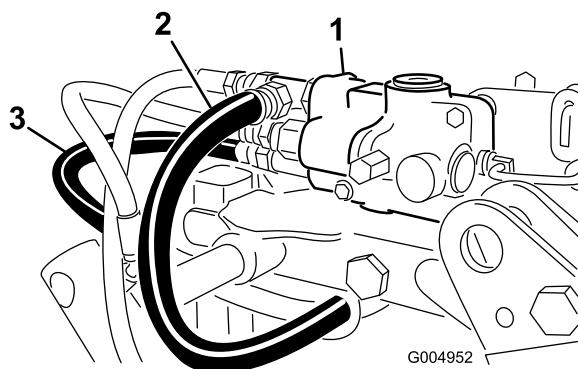

Figure 104
13. Débranchez le flexible de réservoir du distributeur (Figure 104). Obturez le flexible et le raccord avec un chapeau et un bouchon. Ramenez le flexible de réservoir vers l'arrière du cadre.
14. Débranchez le flexible de pression du distributeur (Figure 104). Obturez le flexible et le raccord avec un chapeau et un bouchon. Ramenez le flexible vers l'arrière du cadre.